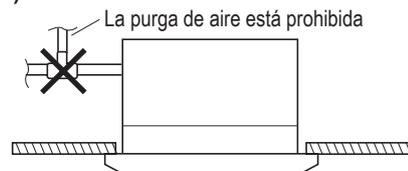

Fig. 2-7
- No instalar un purgador de aire, ya que esto podría hacer que el agua saliese pulverizada del tubo de drenaje. (Fig. 2-7)